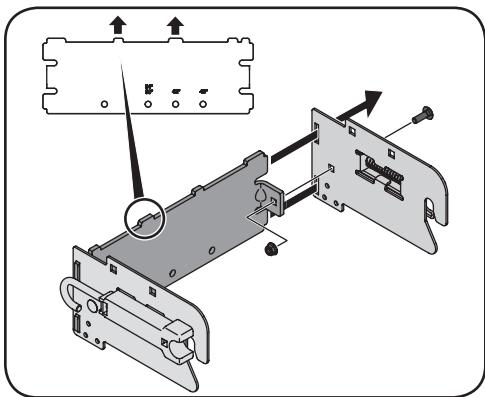

Figura 2-1
1. Inserte los extremos de la ménsula de soporte trasera a través de las ranuras estrechas ubicadas en la parte trasera de cada ménsula de soporte lateral. Consulte la Figura 2-1.
2. Asegure las lengüetas plegadas ubicadas en la parte trasera de la ménsula de soporte en las ménsulas de soporte laterales con un tornillo de carro (ref. N.º 9) y una tuerca de seguridad de nailon (ref. N.º 11). Consulte la Figura 2-1.
**NOTA:** Los enganches de las ménsulas de soporte laterales se deben colocar con la abertura orientada hacia abajo en la parte externa del soporte y las lengüetas ubicadas en la ménsula de soporte trasera deben estar orientadas hacia arriba. Consulte el recuadro en la Figura 2-1.